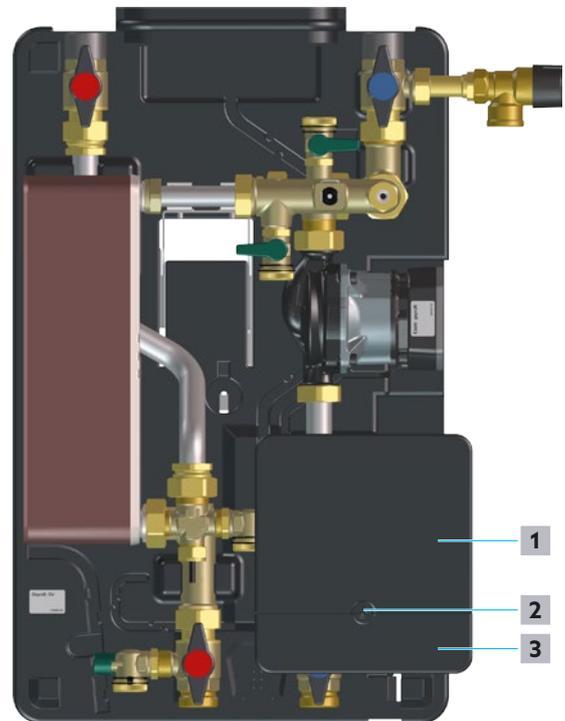

Fig. 22: Ouverture du régulateur
- 3 Desserrer la vis (position **2** sur la Fig. 22 en page 26) et la mettre de côté.
- 4 Faire glisser le capot du panneau de raccordement (position **1** sur la Fig. 22 en page 26) vers le haut jusqu'à ce qu'il s'enclenche de manière audible.
- 5 Rabattre le capot des câbles d'alimentation (position **3** sur la Fig. 22 en page 26).